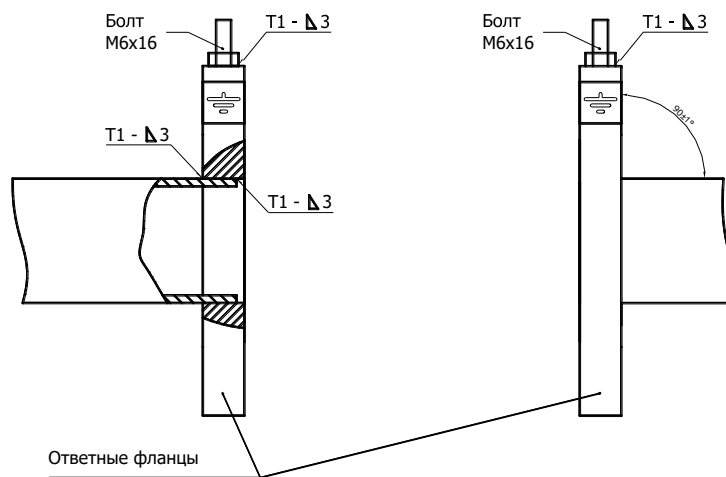

Рисунок 8.5
8.3.5 К прямолинейным участкам трубопровода приварить фланцы в соответствии с ГОСТ 12820-80, при этом угол между осью трубопровода и плоскостью фланца должен быть  $90 \pm 1^\circ$ . Фланцы следует приваривать таким образом, чтобы после установки расходомера (ППР) ось электродов ППР лежала в горизонтальной плоскости (допустимое отклонение от линии горизонта  $\pm 10^\circ$ ). При монтаже ответных фланцев необходимо приварить болт заземления к верхней части монтируемого фланца (см. рисунок 8.5).